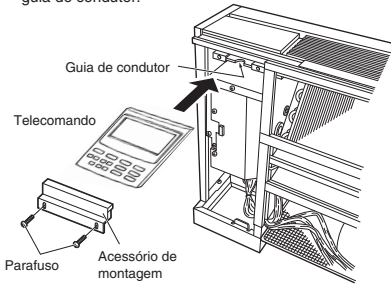

Fig. 3-117
- Retire o painel frontal. Retire os parafusos e o acessório de montagem. (Fig. 3-117)
- Coloque o telecomando no espaço na unidade como mostrado na Fig 3-117. Junte os condutores do telecomando ao seu centro traseiro e encaminhe-os para o guia do condutor.